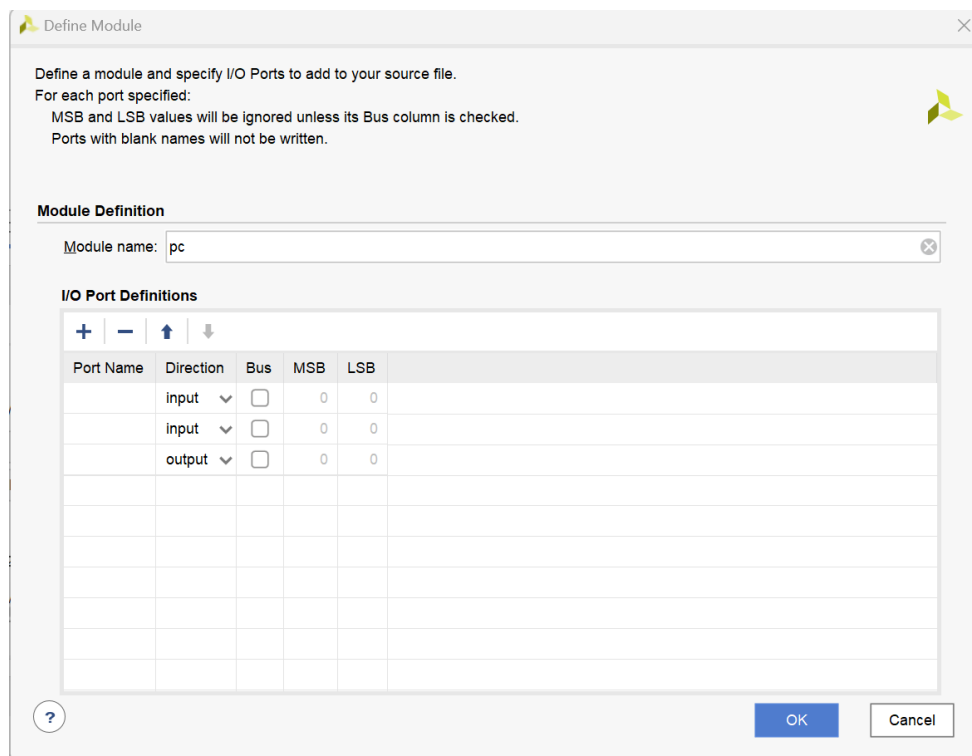

图 4.4.5 Define Module
- (3) 在弹出的“Define Module”中（图 4.4.5），创建两个 input，一个 output，然后选择 ok（此步也可以不做）。